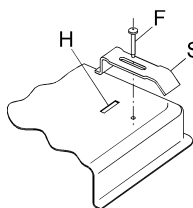

РИС. 10
- Закрепит рабочую поверхность скобами "S", совместив их выпуклую часть с прорезями в нижней части "Н" и прикрутив винтами "F" (см. рис. 10).